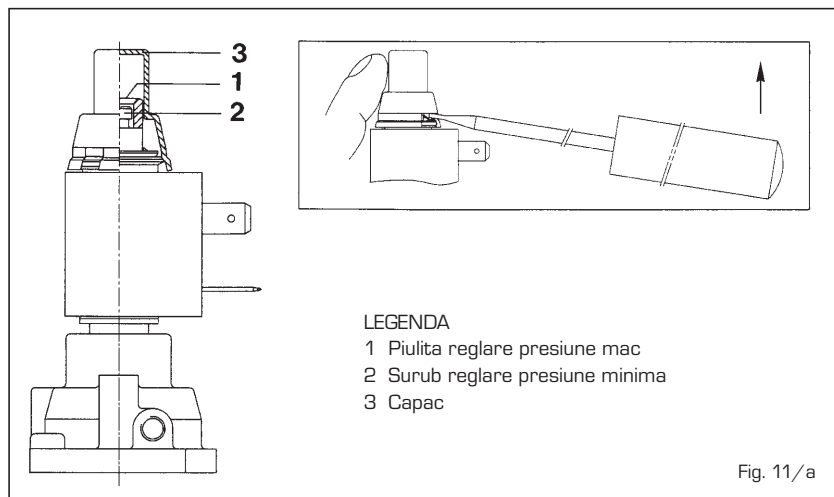

Fig. 11/a
4.3.2 Reglarea presiunii reduse (fig. 11/a)